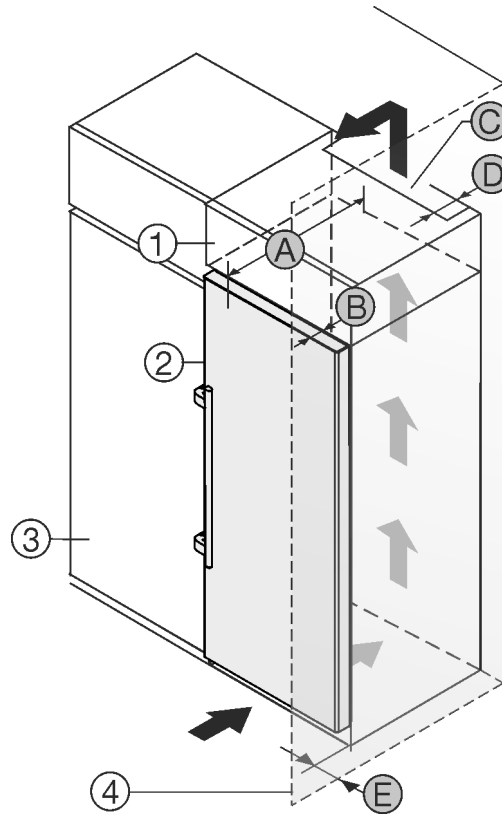

Fig. 1
Uređaj možete postaviti neposredno pored kuhinjskog ormara Fig. 1 (3).
Na stražnjoj strani visećeg ormara treba postojati otvor za odzračivanje dubine Fig. 1 (D) po cijeloj širini visećeg ormara. Ispod stropa prostorije treba poštovati ventilacijski presjek Fig. 1 (C).
Kada se uređaj postavlja s okovima pored zida Fig. 1 (4), razmak između uređaja i zida mora iznositi najmanje 57 mm. To odgovara stajanju ručice kod otvorenih vrata.
Kako biste vrata mogli potpuno otvoriti, uređaj mora biti za dubinu vrata Fig. 1 (B) ispred u odnosu na prednjicu kuhinjskog ormara. Ovisno o dubini kuhinjskih elemenata Fig. 1 (3) i uporabi zidnih odstoynika, uređaj može i dalje stršati.